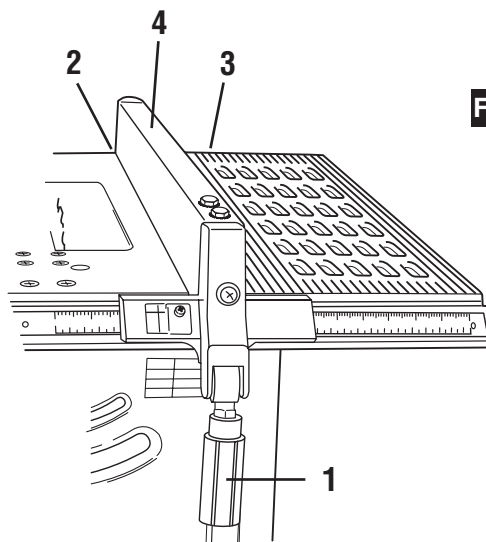

FIG. 25
1. Raise rip fence handle **1** as shown (Fig. 25), so holding clamp **2** is out far enough to fit on the table **3**.
2. Position the rip fence **4** over table, holding up the front end while engaging rear, then lowering front end onto rail. (Fig. 25)
2. Placez le guide de refente **4** sur la table en tenant son extrémité avant soulevée pendant que la partie arrière est engagée, puis abaissez l'extrémité avant sur le rail en engageant l'écran d'affichage numérique **7** (Fig. 25).
2. Posicione el tope-guía para cortar al hilo **4** sobre la mesa, sujetando el extremo delantero mientras acopla la parte trasera y bajando luego el extremo delantero hasta el riel al que está acoplada la pantalla digital **7** (Fig. 25).